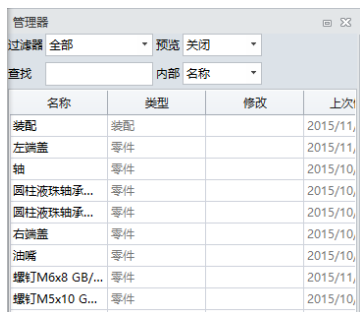

图 1.1.12
3. 在“管理器”对话框的上方，系统提供了不同的显示选项，包括“过滤器、预览、查找、内部”，可以通过选择不同类型的项目，对需要显示的对象进行过滤，如图 1.1.12 所示。